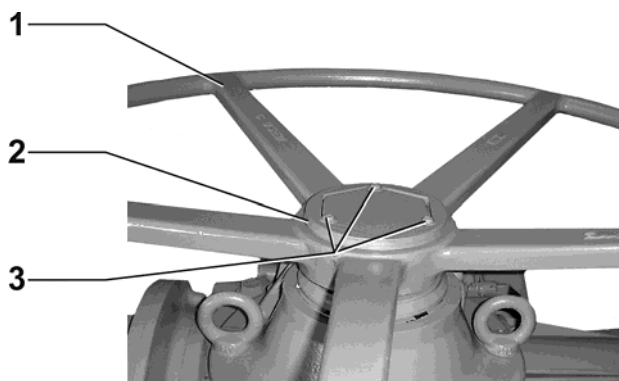

Bild 6.2: Handrad – montierter Zustand
- Handrad (1) auf Sechskantnabe aufsetzen, so dass der Handlauf nach oben zeigt.
- Ausgleichsscheiben (2) beilegen, bis diese bündig mit der Sechskantnabe sind.
- Handrad mit Ausgleichsscheiben mit drei Schrauben einschl. Scheiben (3) sichern (siehe Bild 6.2).